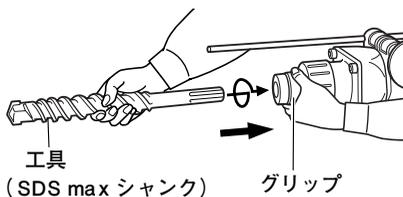

図 4
- (2) 工具(SDS max シャンク)の取付けは、図4のように工具を穴の奥に突き当たるまでさし込みます。